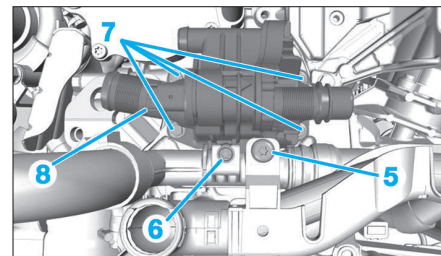

Fig. 24
- la vis de maintien du guide (5) (Fig.24),
- la vis de maintien du tube d'eau (6),
- les 4 vis (7) de fixation du boîtier thermostatique,
- le boîtier d'eau (8).